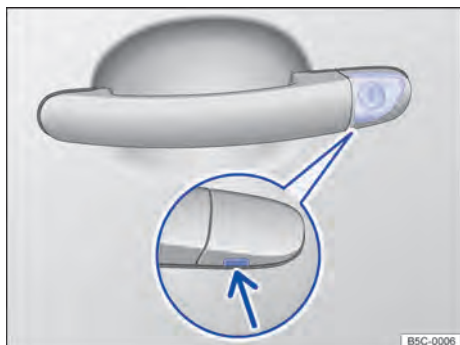

Fig. 152 Maçaneta na porta do condutor: cilindro da fechadura coberto.
- Introduzir a haste da chave na maçaneta da porta do condutor por baixo na abertura da capa de cobertura \Rightarrow Fig. 152 (seta) e removê-la de baixo para cima.